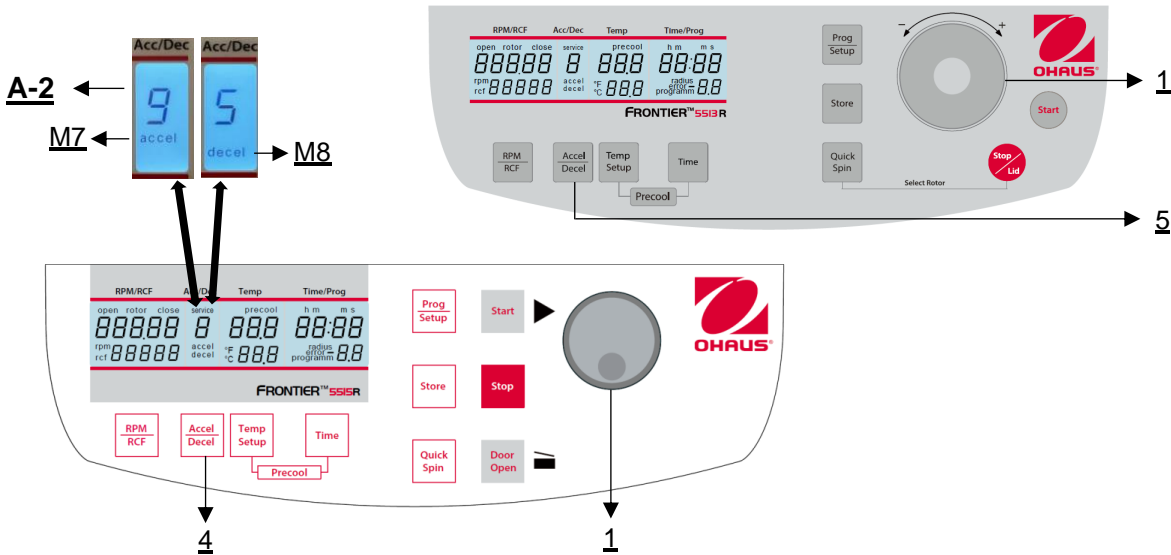

Abbildung 14
Diese Funktion wird über die Taste "**Accel/Decel**" (4) aktiviert (siehe **Abbildung 14**).